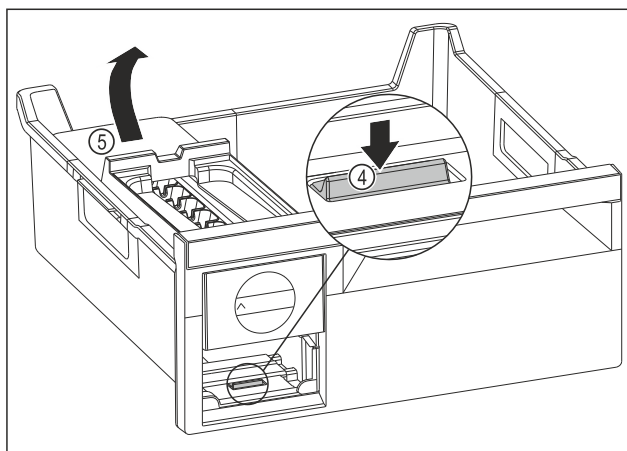

Fig. 188
- Извлеките корпус EasyTwist-Ice: Надавите пальцем вниз на накладку Fig. 188 (4) и одновременно другой рукой поднимите корпус EasyTwist-Ice Fig. 188 (5) сзади.